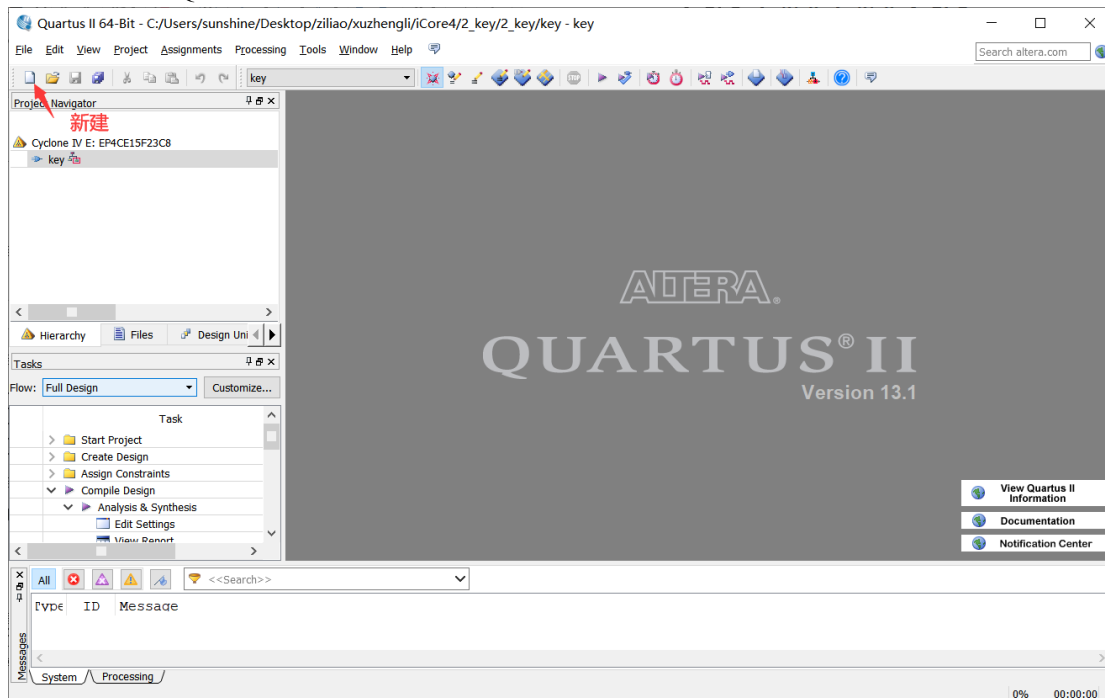

图 1-2
1、双击 Quartus 桌面图标打开软件，出现下面界面，如图 1-2 所示。